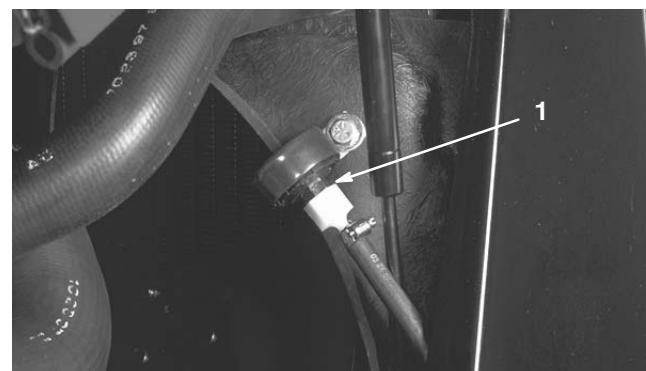

Figure 51
2. Le reniflard se trouve du côté droit du radiateur (Fig. 51). Nettoyez la surface autour du reniflard, dévissez-le avec une clé et montez le reniflard de recharge.